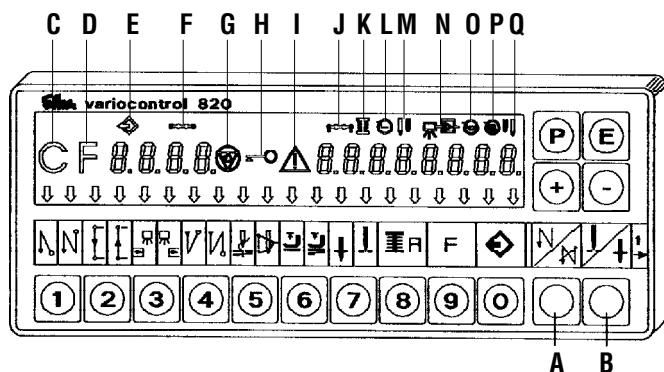

Fig. 17
8.2.2 En utilisant le moteur stop Efka - panneau V 820 (Fig. 17)
8.2.2.1 R  glage au moyen des poussoirs    fonction fermement introduite (Fig. 17)
8.2.2.2 Réglage au moyen des paramètres (Fig. 17)